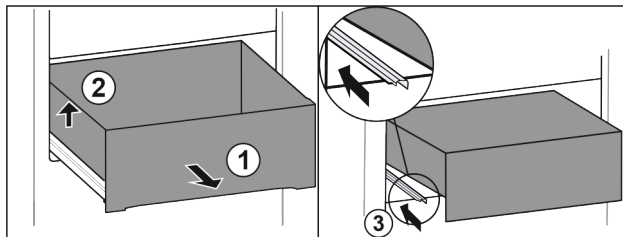

Fig. 90
- ▶ Scoateți sertarul până la opritor. Fig. 90 (1)
- ▶ Ridicați sertarul din stânga. Fig. 90 (2)
- ▶ Inserați șina din stânga. Fig. 90 (3)